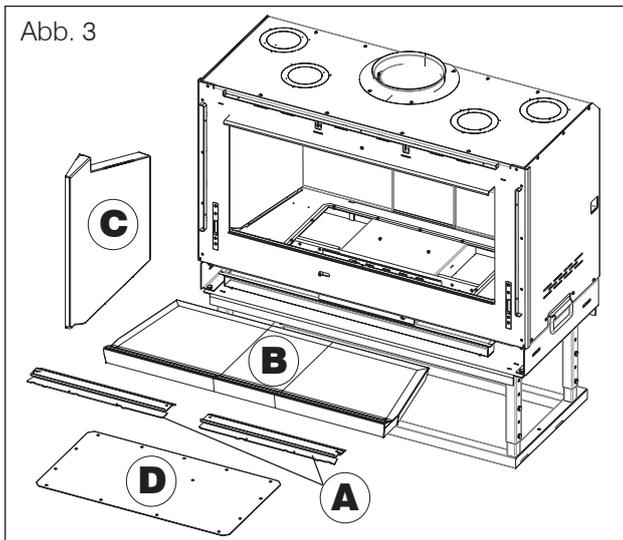

Abb. 3
- Die zwei Luftleitbleche (**A** - Abb. 3), den Feuerraumboden (**C** - Abb. 3) und die Seitenteile (**D** - Abb. 3) entfernen.
- Das angeschraubte Blech (**D** - Abb. 3) und die darunter befindliche, angeschraubte Platte (**E** - Abb. 4) herausnehmen, um auf das Einbaufach für das Thermostatventil zugreifen zu können.